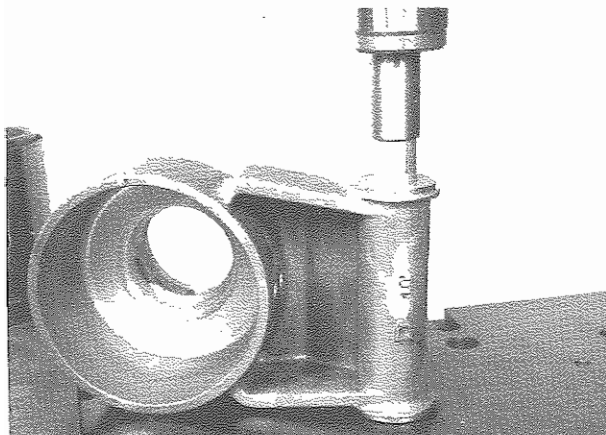

Fig. 13 - Tampone n. 11
AVVERTENZA - I portamozzi non sono intercambiabili (**Fig. 13**).
- Montare alla pressa le boccole antifrizione col tampone n. 11 (**Fig. 13**).
CAUTION - Hub holders are not interchangeable (**Fig. 13**).
- Using pad No. 11 (**Fig. 13**) fit anti-friction bushes using a press.